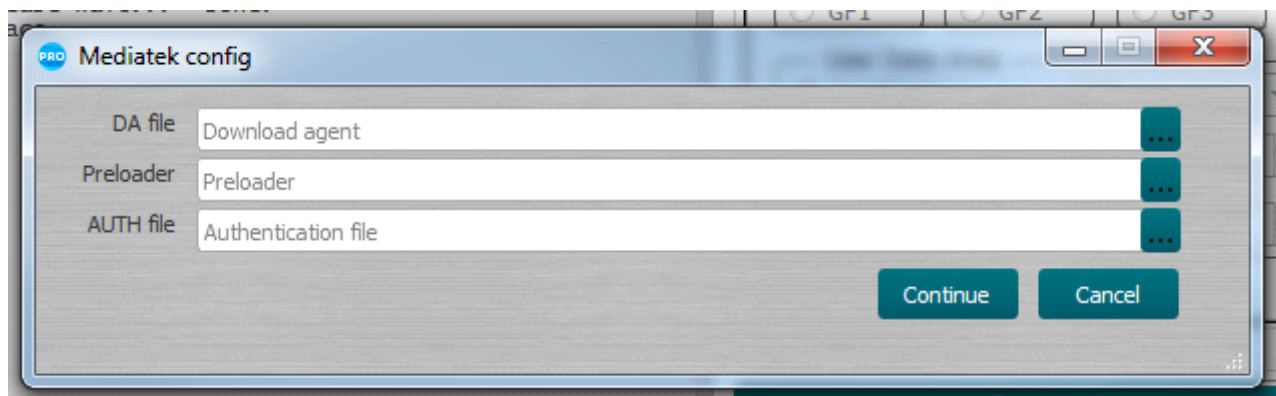

Рис. 25
Отличие этих двух вариантов состоит в том, что в "**MTK Custom**" для инициализации устройства необходимо выбрать 3 файла: "**Download Agent (DA)**", "**Preloader**" и "**Authentication File (AUTH file)**" (Рис. 25).